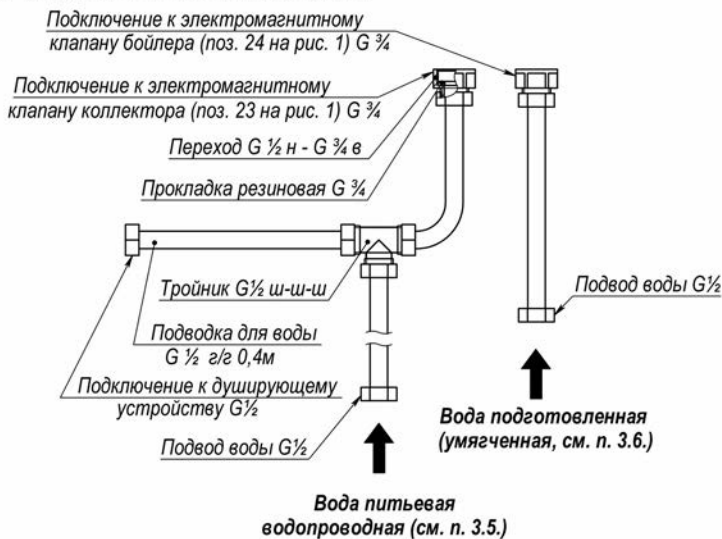

Рисунок 5 - Подключение к водопроводной сети:
4.4 Схема подключения к водопроводной сети может быть общей (рис. 5а) и отдельной (рис. 5б), последняя используется для экономии ресурса фильтр-систем. Подключение к системе водоснабжения должно быть выполнено с использованием запорной арматуры (кранов) между системами водоснабжения и фильтрации воды (см. п. 3.6). Схема подключения изделия к электросети, водоснабжению и канализации дана в Приложении И.